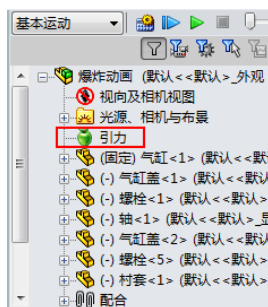

图 10-16 【引力】图标
- 02 根据需要设置引力的参数，单击【确定】按钮，一个【引力】图标被添加到【特征管理器设计树】中，如图 10-16 所示。